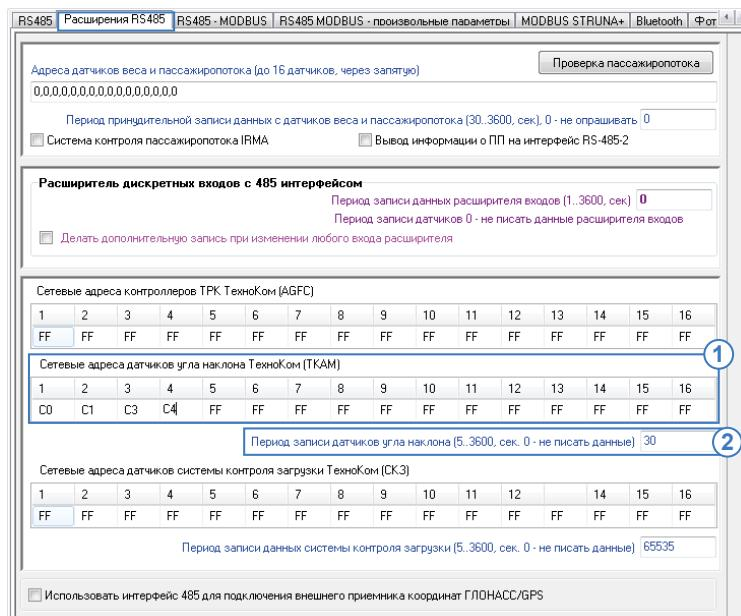

Рис.32. Настройка шины RS-485 контроллера «АвтоГРАФ» для подключения датчиков «ТКАМ».
- введите адреса датчиков «ТКАМ», которые подключаются к контроллеру «АвтоГРАФ» в таблицу «Сетевые адреса датчиков угла наклона ТехноКом (ТКАМ)» (**Рис.32, п.1**). Диапазон допустимых адресов от C0 до C7. Допускается пропуск ячеек. К контроллеру «АвтоГРАФ» всего может быть подключено до 8 датчиков «ТКАМ», остальные 8 адресов зарезервированы;
- задайте период записи данных с датчиков «TKAM», подключенных по шине RS-485, в поле «Период записи датчиков угла наклона» (**Рис.32, п.2**). Минимальный период записи 5 секунд, максимальный – 3600 секунд, период 0 – отключает запись данных с датчиков угла наклона «TKAM».
- **TKAMOut1(channel)** – параметр типа boolean (логический), возвращающий состояние Выхода 1 датчика «ТКАМ»; channel – это порядковый номер датчика от 1 до 16. Порядковый номер датчика задается в настройках контроллера «АвтоГРАФ» (**Рис.32**) – это номер ячейки с адресом датчика.
- **TKAMOut2(channel)** – параметр типа boolean (логический), возвращающий состояние Выхода 2 датчика «ТКАМ»; channel – это порядковый номер датчика от 1 до 16. Порядковый номер датчика задается в настройках контроллера «АвтоГРАФ» (**Рис.32**) – это номер ячейки с адресом датчика.
- **TKAMAngle(channel)** – параметр типа double, возвращающий угол наклона, измеренный датчиком «ТКАМ»; channel – это порядковый номер датчика от 1 до 16. Порядковый номер датчика задается в настройках контроллера «АвтоГРАФ» (**Рис.32**) – это номер ячейки с адресом датчика.
- **TKAMVibration(channel)** – параметр типа int, возвращающий уровень вибраций в %, измеренный датчиком; channel – это порядковый номер датчика от 1 до 16. Порядковый номер датчика задается в настройках контроллера «АвтоГРАФ» (**Рис.32**) – это номер ячейки с адресом датчика.
- **TKAMTemperature(channel)** – параметры типа int, возвращающие значение температуры, измеренное датчиком; channel – это порядковый номер датчика от 1 до 16. Порядковый номер датчика задается в настройках контроллера «АвтоГРАФ» (**Рис.32**) – это номер ячейки с адресом датчика.
- **TKAMRoulis(channel)** – параметр типа double, возвращающий угол крена; channel – это порядковый номер датчика от 1 до 16. Порядковый номер датчика задается в настройках контроллера «АвтоГРАФ» (**Рис.32**) – это номер ячейки с адресом датчика.
- **TKAMTangage(channel)** – параметр типа double, возвращающий угол тангажа; channel – это порядковый номер датчика от 1 до 16. Порядковый номер датчика задается в настройках контроллера «АвтоГРАФ» (**Рис.32**) – это номер ячейки с адресом датчика.